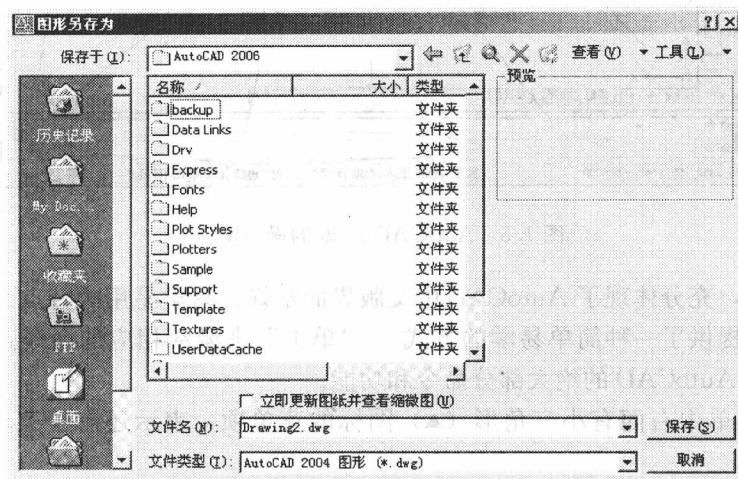

图 1.4 “图形另存”对话框
- 1) 执行下拉菜单项“文件” \rightarrow “退出 (X)”。选下拉菜单“文件” \rightarrow “退出”选
项，退出 AutoCAD 2006。如果退出时当前图形没有保存，AutoCAD 2006 会提示是否保存；若选择保存，而当前图形没有名称，则系统会给出一个“图形另存为”对话框，如图 1.4 所示。在该对话框中，在“保存在 (I)”后的编辑框内输入要存盘的路径，在“文件名 (N)”后的编辑框内输入一个文件名，单击“保存 (S)”，然后退出 AutoCAD 2006。
同样，如果当前的图形文件被修改过，但没有存盘，也会弹出如图 1.4 所示的对话框，具体操作方法同前。